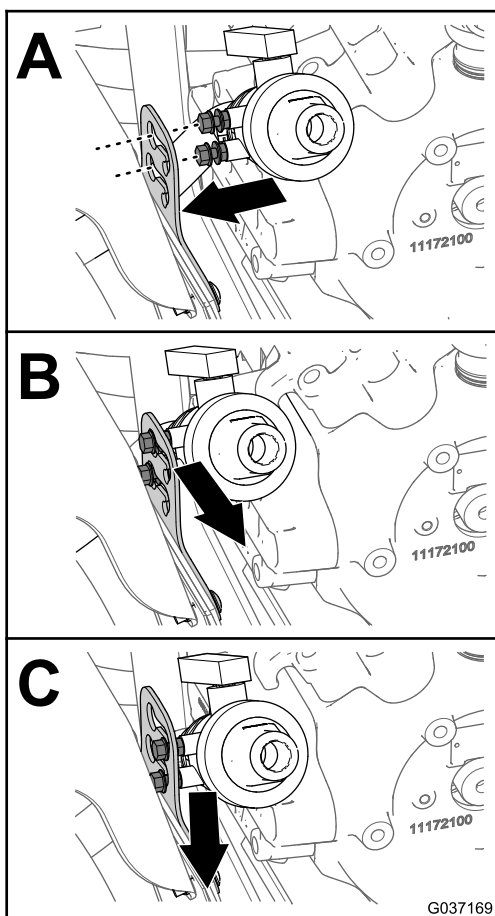

图16
4. 将排水阀的锁紧螺母与排水阀支架上锁孔槽中的孔对齐 图16。
5. 向外下方移动排水阀以便将排水阀固定到支架 图16 中的 B 和 C。